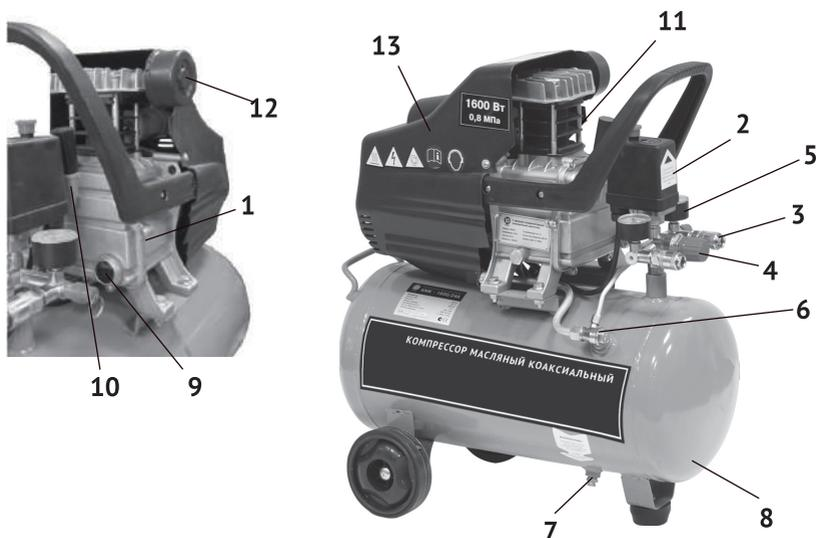

рис. 1
4.1 Общий вид компрессора схематично представлен на рис.1
4.2 Картер компрессорной группы (рис.1 поз.1) с двигателем закреплены на металлическом корпусе ресивера (рис.1 поз.8). Двигатель закрыт пластиковым кожухом (рис.1 поз.13). Вращение якоря двигателя преобразуется кривошипно-шатунным механизмом в возвратно-поступательное движение поршня. Сжатый воздух из выпускного клапана цилиндра подаётся в ресивер. При подключении к быстроразъёмным выходным штуцерам (рис.1 поз.3) коллектора пневмоинструмента, сжатый воздух подаётся к инструменту. Выходное давление в штуцерах регулируется редуктором и контролируется манометрами.
При подключении компрессора к сети питания, убедитесь что, выключатель реле давления (рис.3 поз.1) находится в позиции «Выкл», положение «Нажато». Запустите компрессор, переведя выключатель в позицию «Вкл», положение «Отжато». Для обеспечения хорошей работы компрессора при первом запуске рекомендуется оставить компрессор работающим в течение 5 - 8 минут с полностью открытыми выходными штуцерами (рис.3 поз.2,3) и редуктором (рис.3 поз.4), после чего откройте вентиль слива конденсата (рис.1 поз.7), находящийся снизу ресивера и слейте конденсат. После первых 5-ти часов работы компрессора проверьте крепление винтов головки цилиндра и кожуха двигателя (рис.1 поз.13).